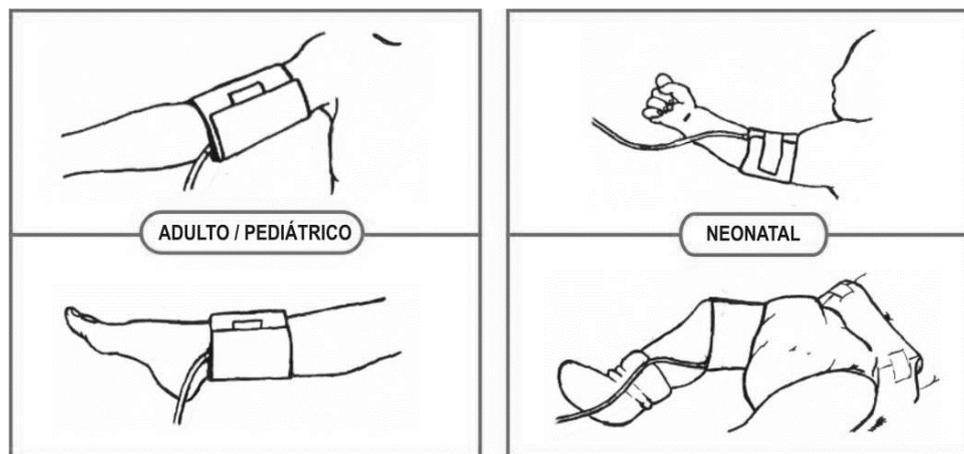

Figura 10-1 - Colocación del manguito
- 3** Coloque el manguito envolviéndolo alrededor de la extremidad (ver Figura 10-1) y asegúrese que la **línea índice** quede entre las marcas de **rango** que están sobre el manguito. Si no quedan, utilice un manguito de mayor o menor medida.